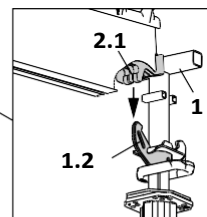

Fig. A4.02a
5. Поставете надлъжен трегер SLT 225 (2) на опорната и падащата глави. Надлъжният трегер (2.1) трябва да е по средата на (1.2) SKYDECK главите. (Fig. A4.02a / A4.02b / A4.02c)
6. Осигурете трегера SLT 225 (2) със стенния държач SWH-2 (8).
8. Поставете трегера SLT 225 (2) на главите (Fig. A4.02a / A4.02b / A4.02c / A4.04)